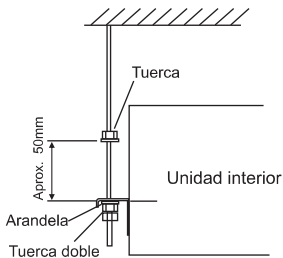

Fig. 3.5 Pernos de suspensión y tuerca
- (1) Tenga en cuenta la dirección de la tubería, el cableado y el mantenimiento y elija la dirección y ubicación adecuadas para la instalación.
- (2) Instale los pernos de suspensión como se muestra en la Fig. 3.5 a continuación.
(1) Cómo fijar los pernos de suspensión y las tuercas. Como se muestra en la Fig. 3.5, las tuercas están fijadas en cuatro pernos.